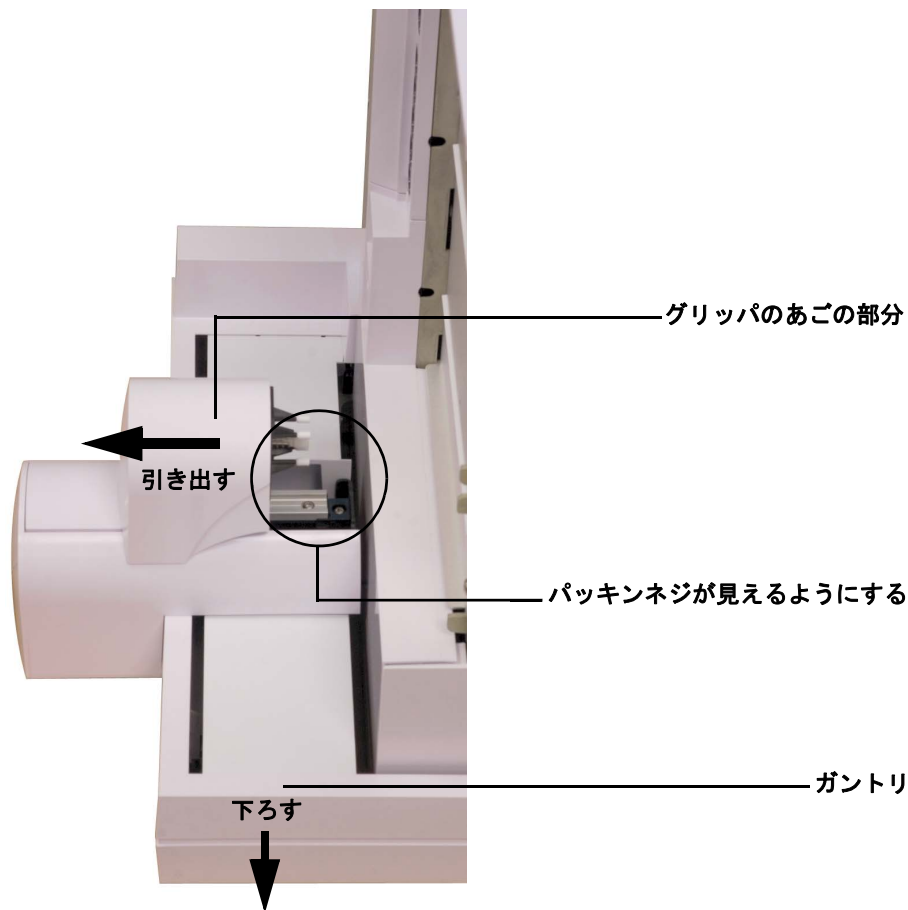

図 10 グリッパアセンブリエリアのパッキンネジが見えるようにする
- 安定した平面上にサンプルトレイを設置します。トレイの取り付けブラケットが上を向くように、機器の左側部を下にして置きます。ガントリを一番下まで下ろします (図 10)。
- グリップパのあご部分をトレイベースから離し、パッキンネジに手が届くようにします (図 10)。